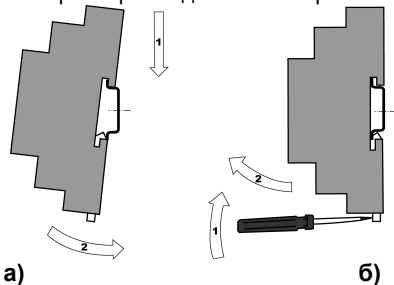

Рисунок 8.1 – Монтаж контроллера с креплением на DIN-рейку
2. В проушину защелки вставить острие отвертки (см. рисунок 8.1 б), и отжать защелку по стрелке 1, после чего контроллер отводится от DIN-рейки в направлении стрелки 2.